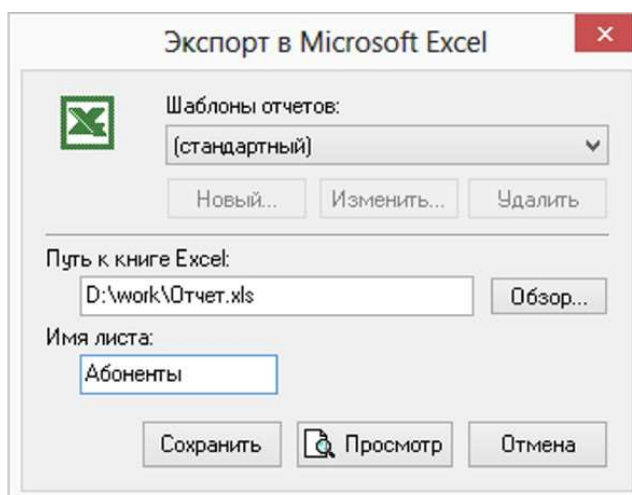

Рисунок 24 Диалог экспорта в Excel
2. Нажмите кнопку . Появится диалог создания отчета. (см. Рисунок 24. «Диалог создания отчета»).